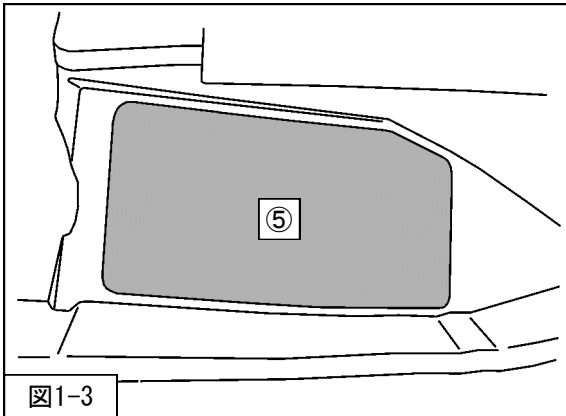

図1-3
4. ⑤メンテナンスリッドを取外してください。(図1-3)
を車両に取付けてください。(図1-3)